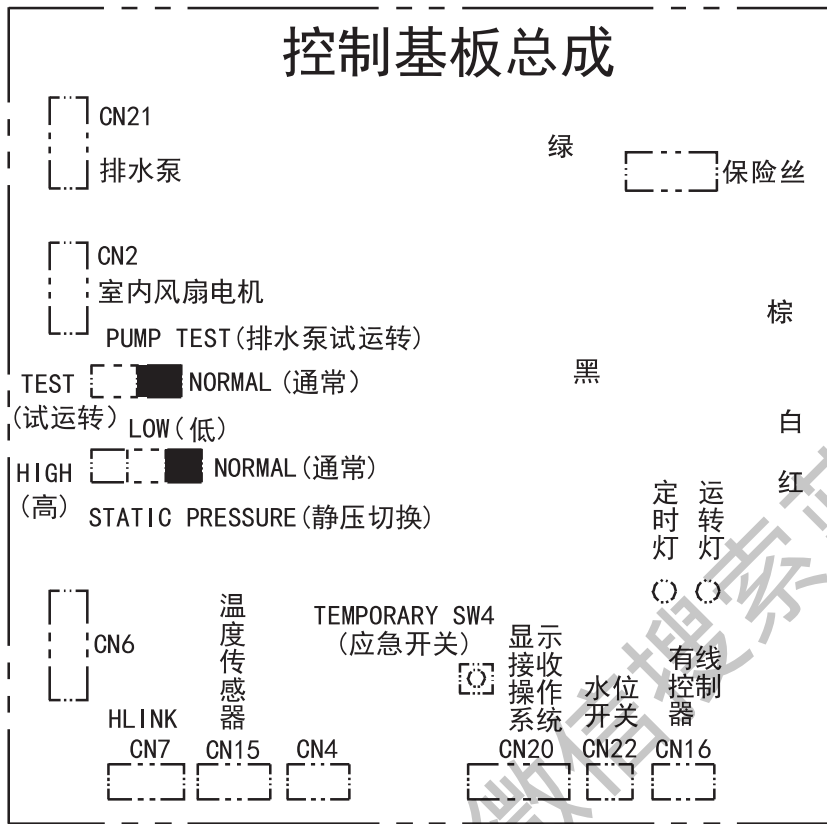

图10
(5) 在接好电线和排水管后, 按下面步骤检查确认水流通畅。
- b. 将控制基板上排水泵拨到“试运转”档。(图10)